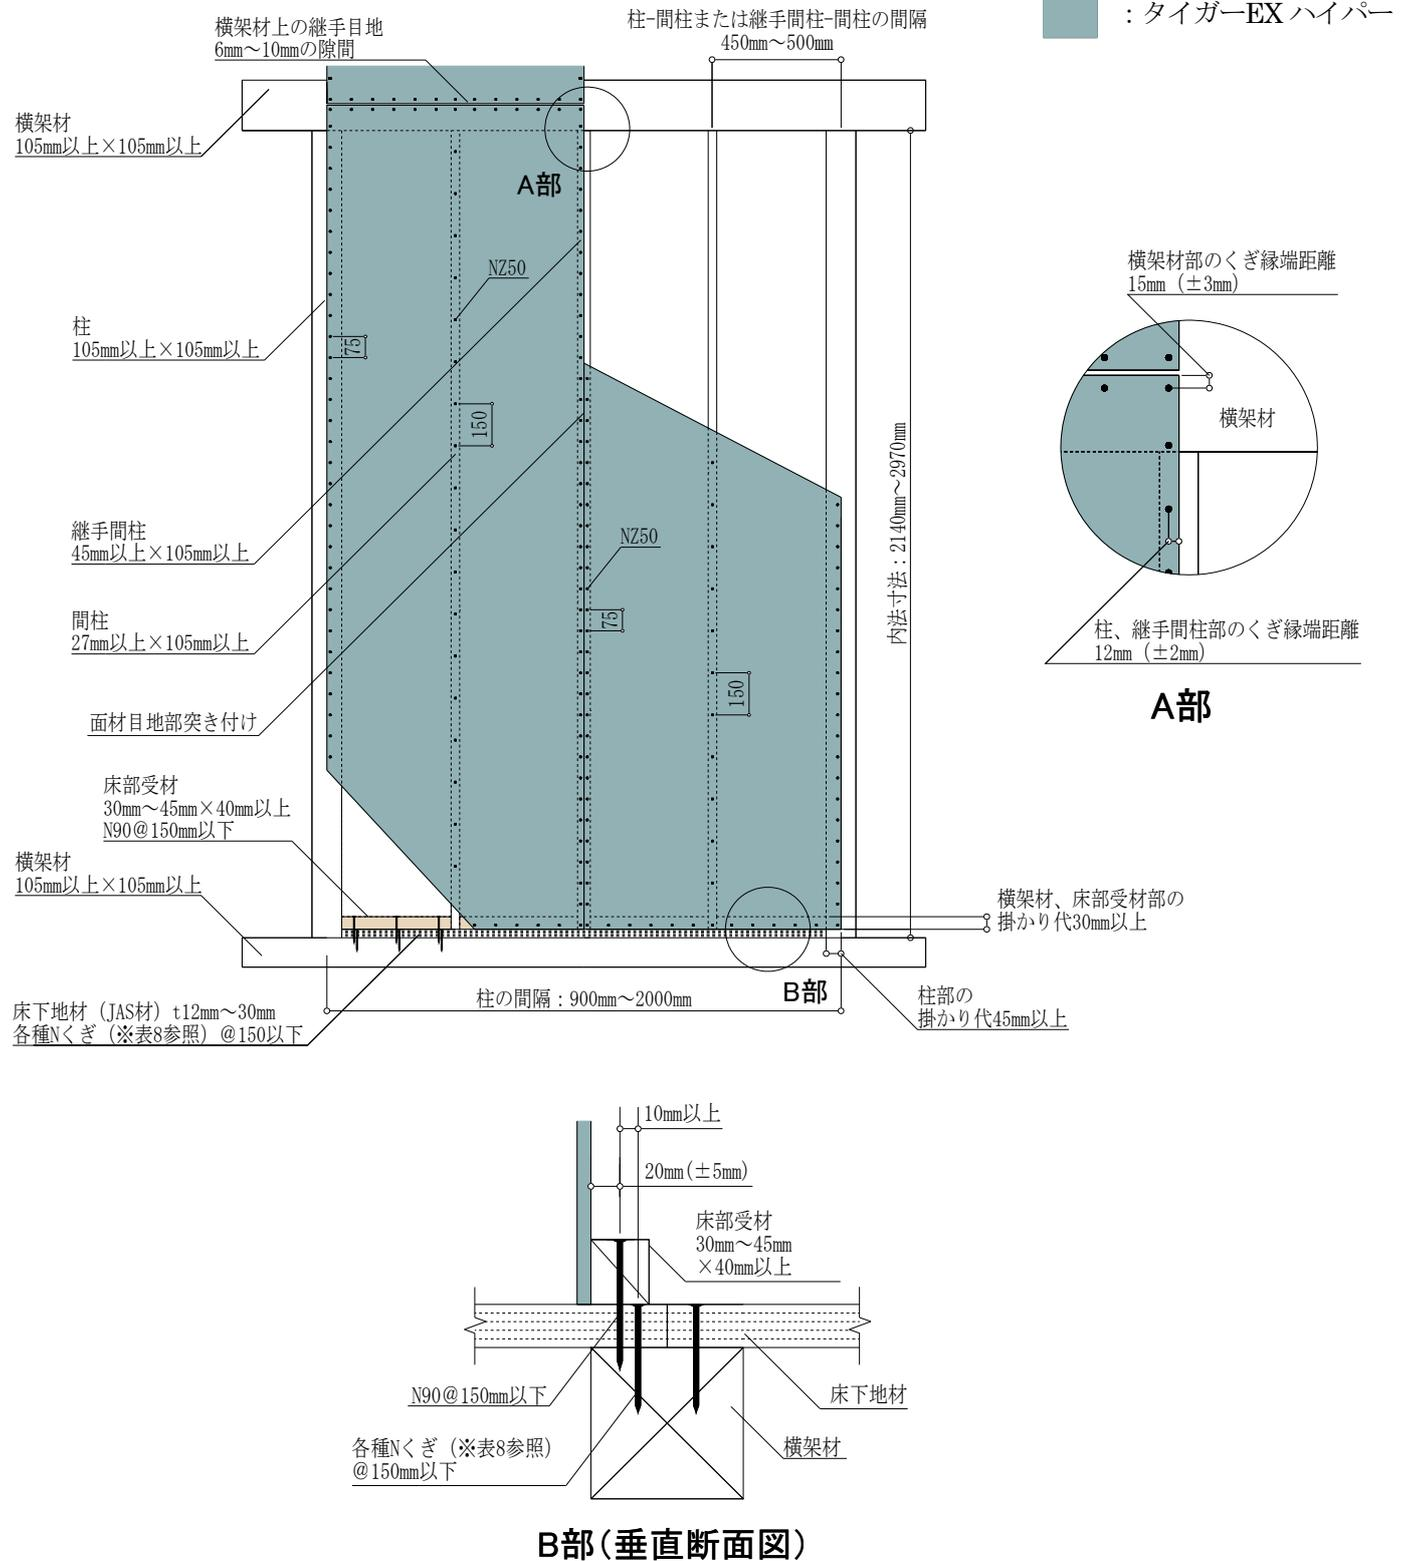

図7 床勝ち仕様 (FRM-0679 : 2.2倍) 施工概略図 (2Pの場合)
施工においては、図7および注意事項に記載の内容を遵守してください。
- ・タイガーEX ハイパーは、原則1枚張りとし、縦継ぎ張りについては、P30「⑨縦継ぎ張りについて」をご確認ください。
- ・図7は2Pの施工例となっておりますが、1Pの場合も耐力壁とできます。